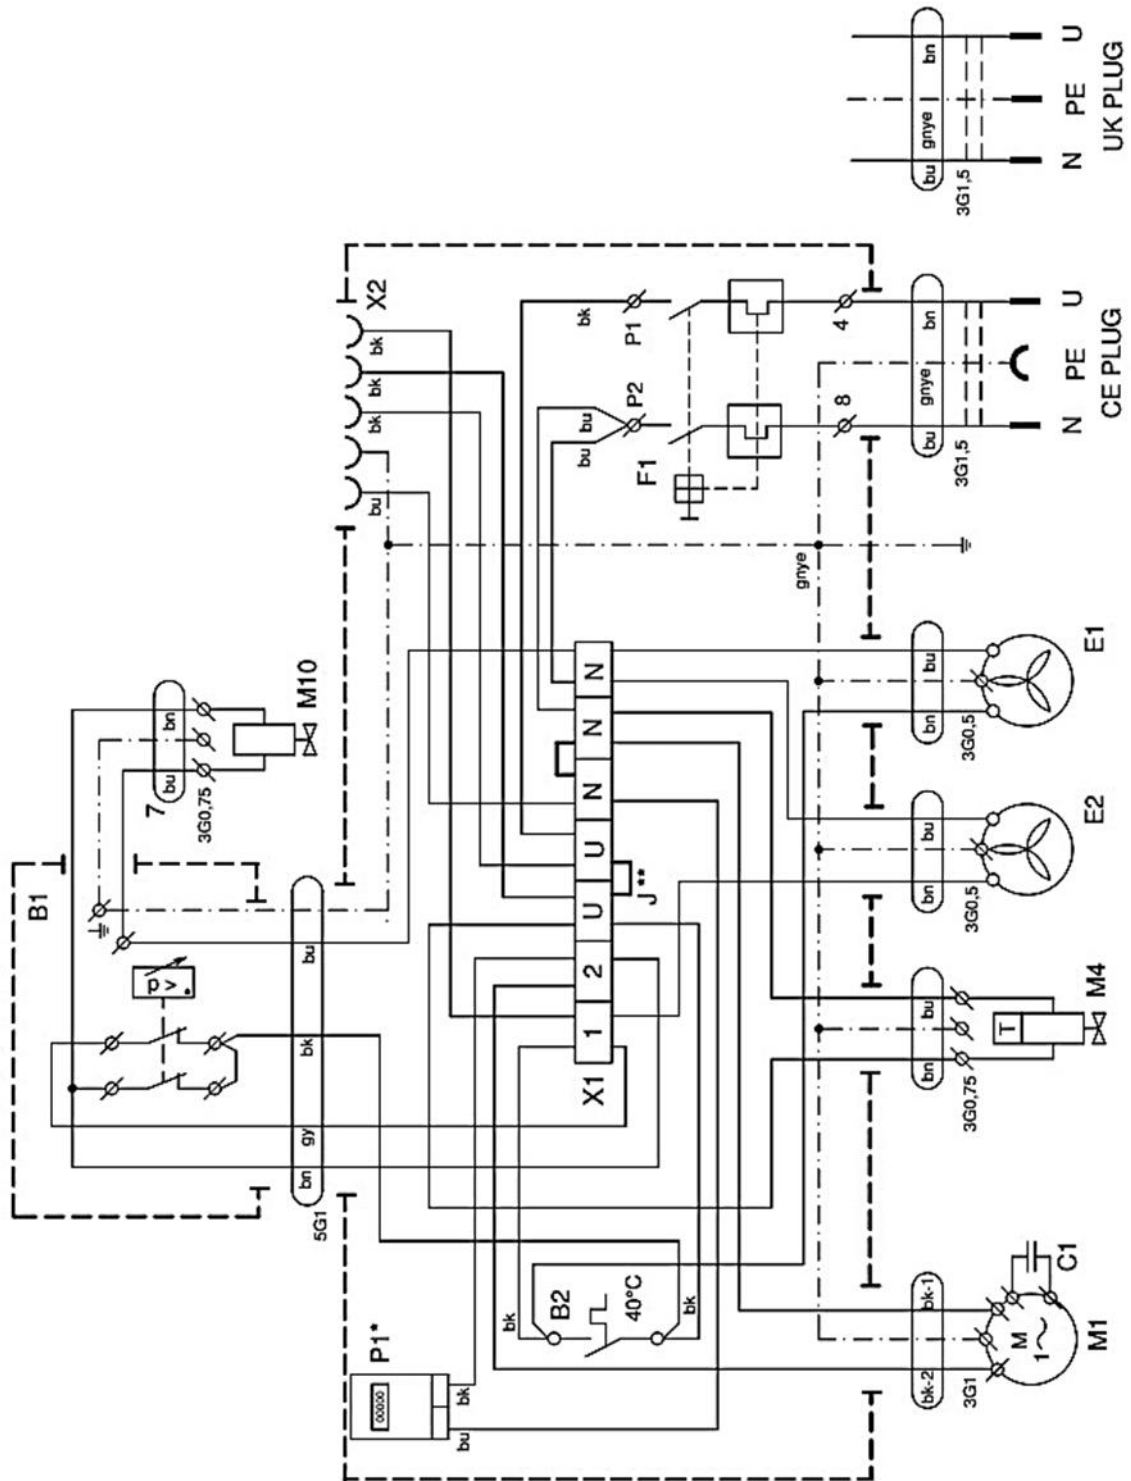

Fig. 12
- Conectați electric carcasa de insonorizare la compresor introducând cablul de alimentare furnizat cu conector (1) într-o priză. (Fig. 12)
- Deconectați electric carcasa de la compresor prin tragerea conectorului (1) din priză în timp ce încuietoarea este deblocată.
- Verificați cuplarea conectorului carcasei la compresor. (Fig. 12)